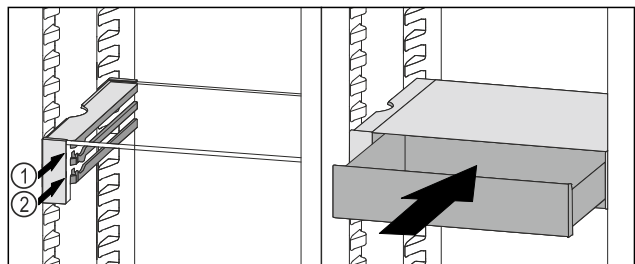

Fig. 90
- VarioSafe-Schubfach hinter den Stoppern auf gewünschter Rippe Fig. 90 (1) oder Fig. 90 (2) aufsetzen.